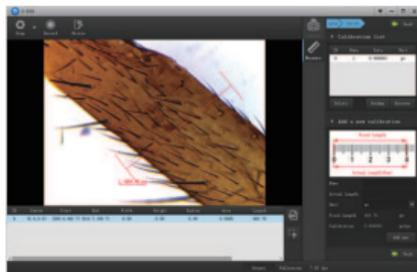

図 11
4. 「編集」機能をクリックして試料の複数の測定データを校正すると、「バックアップ」で校正データをファイルとしてバックアップおよび保存できます（図11）。